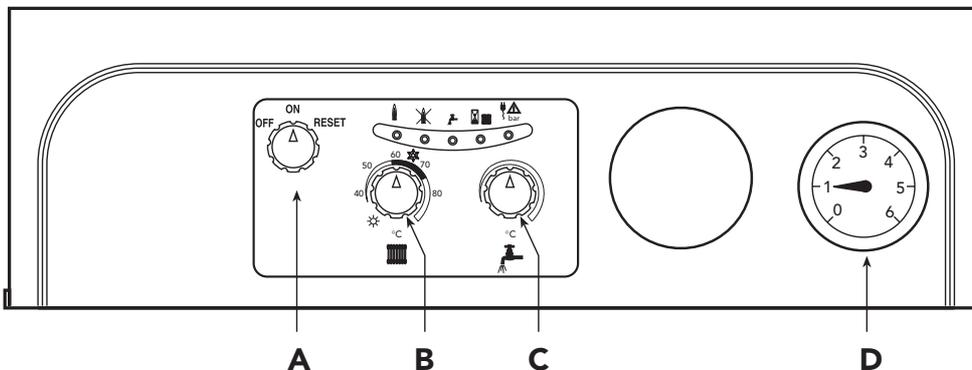

fig. 1
- A questo punto scegliere se far funzionare la caldaia per il riscaldamento e la produzione d'acqua calda sanitaria, o per la sola produzione d'acqua sanitaria. Se si sceglie la prima condizione di funzionamento (riscaldamento + acqua calda sanitaria), posizionare la manopola "B" (fig. 1) sulla posizione Inverno in corrispondenza ad un valore superiore a 50°C e quella dell'eventuale termostato ambiente sul valore di temperatura desiderato. A questo punto il bruciatore si accende e la caldaia inizia a funzionare automaticamente controllata dai suoi dispositivi di regolazione e di sicurezza. Se si sceglie invece la seconda condizione di funzionamento (solo acqua calda sanitaria), posizionare la manopola "B" (fig. 1) sulla posizione Estate.
Con la manopola "B" (fig. 1) posizionata sul simbolo ☀️ (Estate) la funzione riscaldamento è disattivata. È attiva solo la produzione di acqua calda sanitaria.
Con la manopola "B" (fig. 1) in corrispondenza del simbolo ❄️ (Inverno) è attivo sia il riscaldamento, sia il sanitario.
Impostare tramite la manopola "C" (fig. 1) la temperatura dell'acqua sanitaria.
Caldaia in blocco	Verificare se il rubinetto gas a monte della caldaia e sul contatore sono aperti. Ruotare la manopola "A" fig. 1 su "Reset" e rilasciarla. In caso di ripetuti blocchi caldaia, contattare il più vicino centro assistenza.